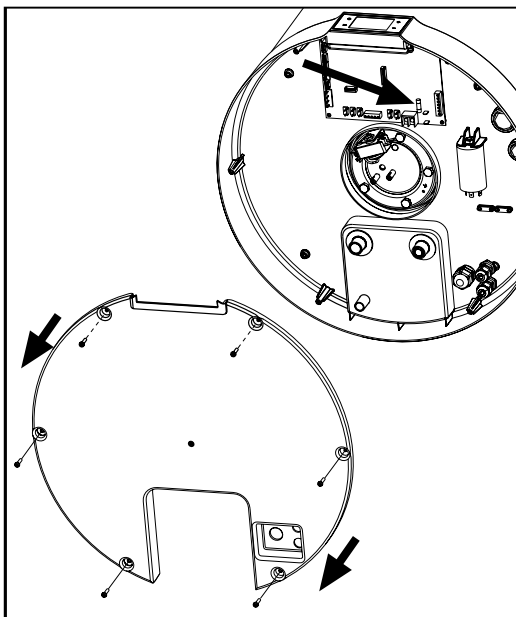

fig. 58
- Remova a tampa inferior, primeiro desparafusando os parafusos de fixação apropriados (fig. 58).